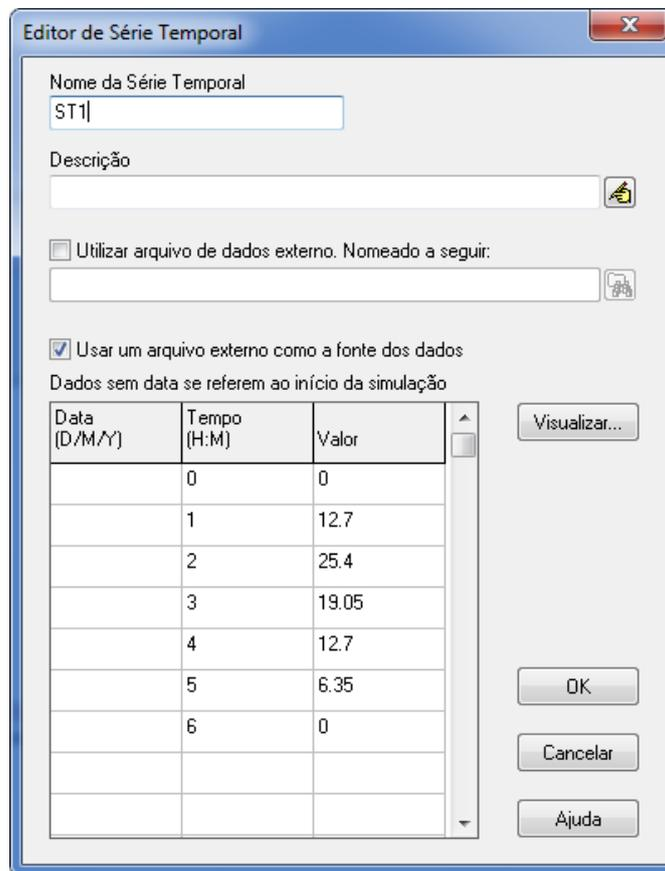

Figura 2.10 - Janela de diálogo do Editor de Séries Temporais
3. Introduzir ST1 no campo Nome da Série Temporal (ver Figura 2.10).
4. Introduzir os valores mostrados na Figura 2.10 nas colunas de Tempo e Valor da tabela de dados. Observe que a coluna Data deve ser mantida em branco⁹.